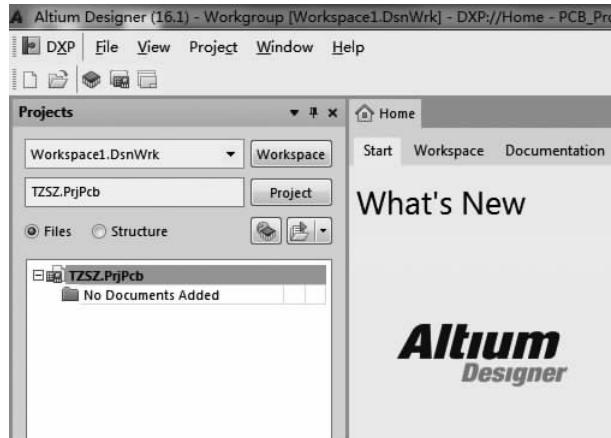

图 2-9 新建“TZSZ”项目
(3)在“New Project”对话框中,选择“PCB Project”项目中的“Default”(默认)PCB项目,在“Name”文本框中填写PCB项目名称“TZSZ”,在“Location”栏中选择项目保存的路径,并选中“Create Project Folder”(创建项目文件夹)复选框,单击“OK”按钮,系统如图 2-9 所示。